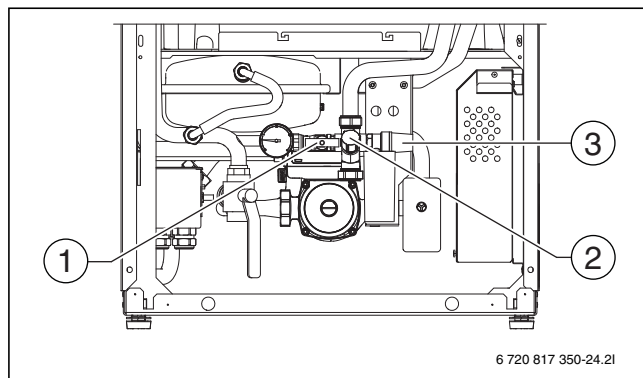

Bild 33
2. Stäng av inkommande kallvatten (→ [2] Bild 33).
3. Säkerställ att påfyllningskranen för värmesystemet (→ [1] Bild 33) är stängd.
5. Öppna säkerhetsventilen (→ [3] Bild 33) och vänta tills allt vatten i tanken har tömts ut.
6. Stäng säkerhetsventilen (→ [3] Bild 33) och varmvattenkranen.